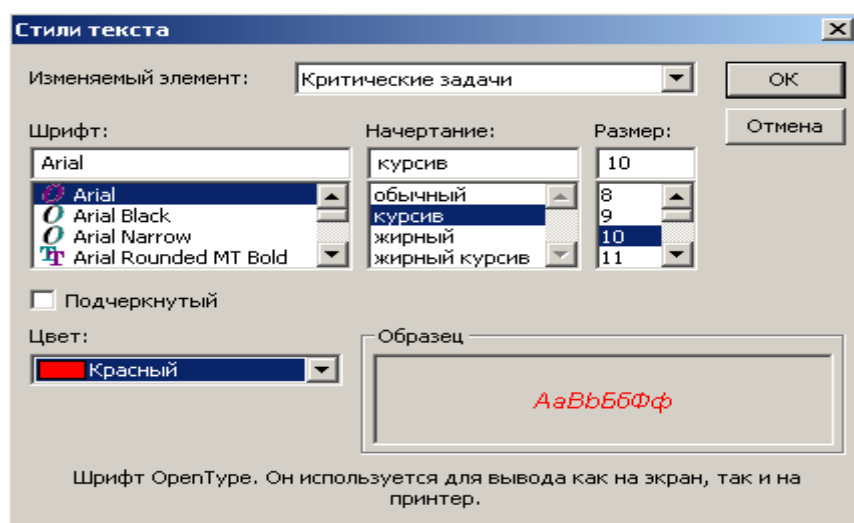

Рис. 25. Диалог (Стили текста)
- В открывающемся списке (Цвет) выберите **Красный** (рис. 25).